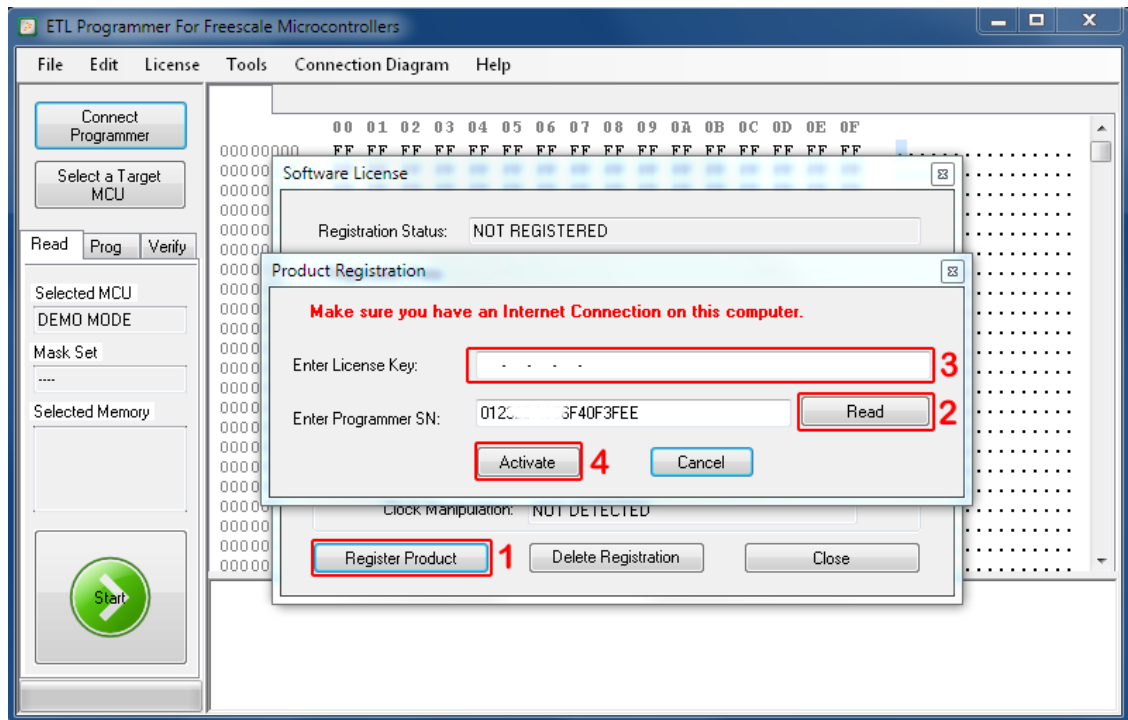

Figura 15 Activación del programa Programador-MC9S12(X), paso 2.
- Presione el botón de "Leer" para leer el número de serie de la tarjeta HYPERF PROG . (Figura 15).